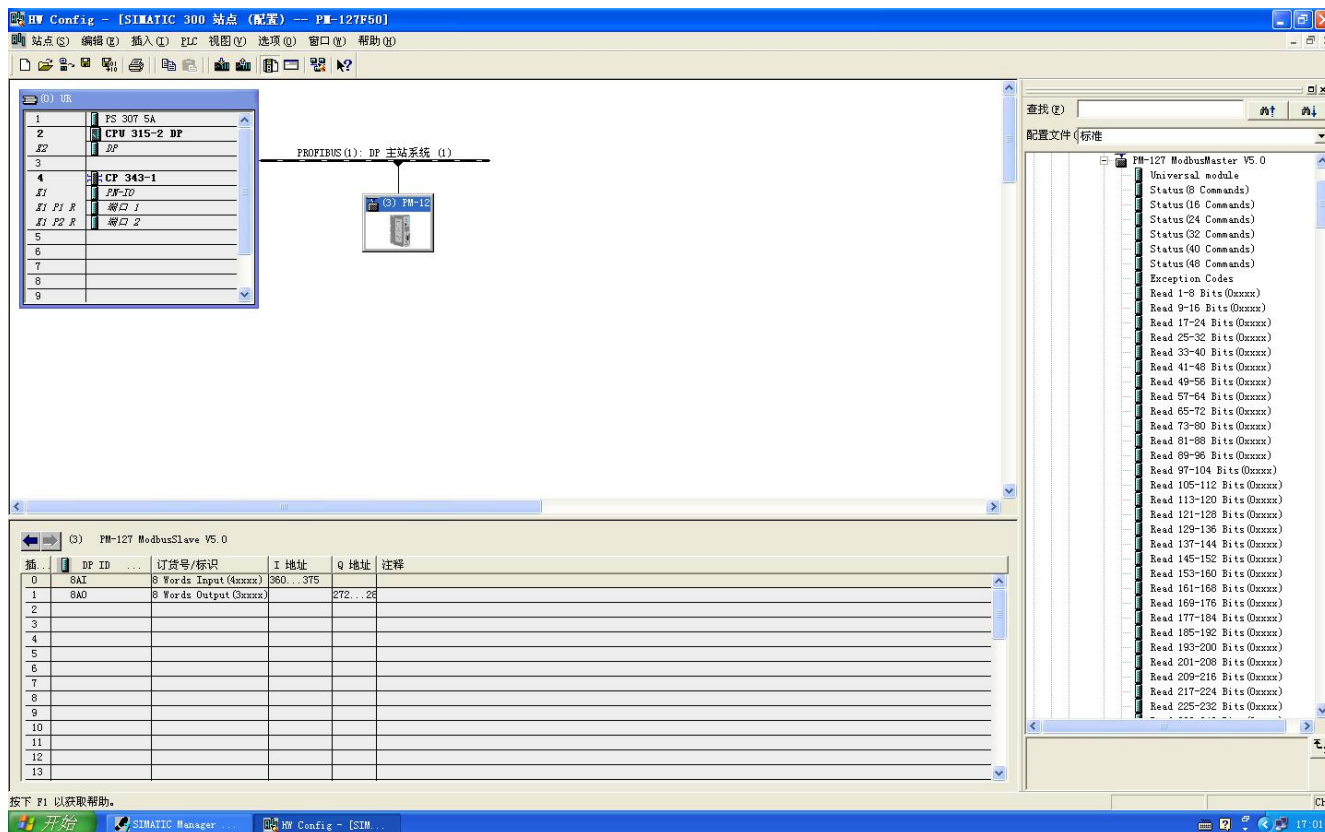

图 12
5. 将从站DTCA-1V01 配入到 PROFIBUS 网络配置当中，并将输入输出数据块映射到 S7-300 或者其它控制器的内存当中，如图 12: